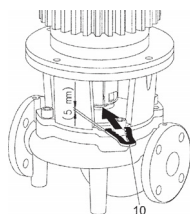

Fig. 13: 插入安装叉
10. 将叉形垫片 (Fig. 13, 位置 10) 插入联接架和联轴器之间。安装叉必须无缝隙地就位。
13. 将叉形垫片 (Fig. 13, 位置 10) 插入联接架和联轴器之间。安装叉必须无缝隙地就位。